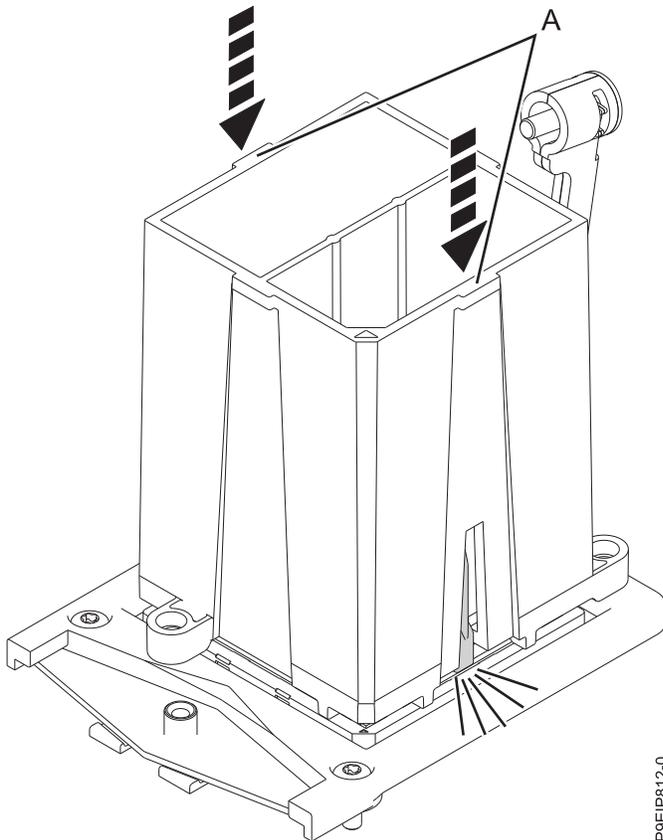

Figura 43. Cómo encajar el módulo del procesador del sistema en la herramienta
9. Con la herramienta de extracción **(A)** apoyada en la parte superior del módulo del procesador del sistema, empuje la herramienta para encajar el módulo del procesador del sistema en ella, como se muestra en la Figura 43.